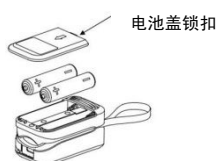

图 3 安装电池
2. 将手指血氧仪底部的电池盖拉出。见图 3。
3. 安装两节“AAA”型号的碱性电池，正负极放置方向如图 3。